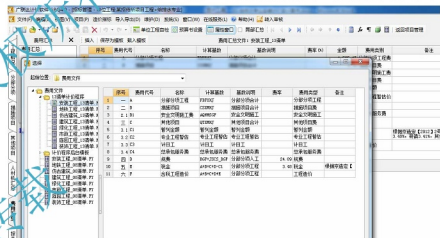

图 3.63 载入费用模板
- (1) 在费用汇总界面，根据招标文件中的项目施工地点，选择正确的模板进行载入。本工程施工地点在某市二环以内，所以应选择“工程在市(郊)区”，如图 3.63 所示。